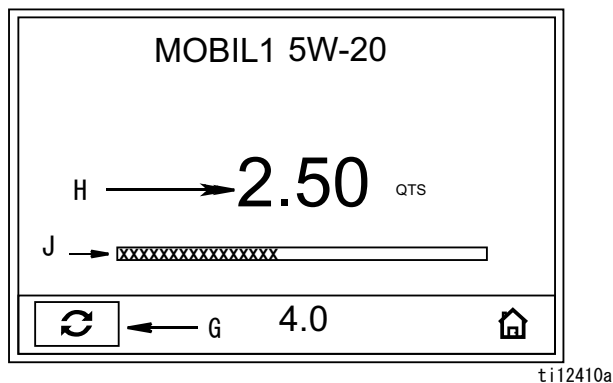

図 25
2. 中心の ENTER ボタンを押して選択を確認します。プリセットディスペンス画面 (図 25) が表示されます。
液体が流れます。表示されている量はゼロから、または以前にディスペンスされた量から上がり(図 25)、フィールド H に表示されます。ディスペンスの進行状況の視覚表示も進行バー (J) に表示されます。